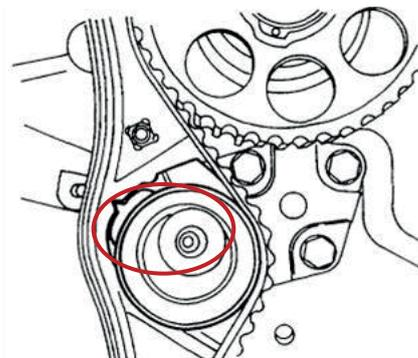

FIG. 9
6. Sitúe el puntero del tensor en línea con el puntero de la platina trasera del tensor girando la bomba de agua en el sentido contrario al de las agujas del reloj, con una herramienta de ajuste especial (Fig. 9).